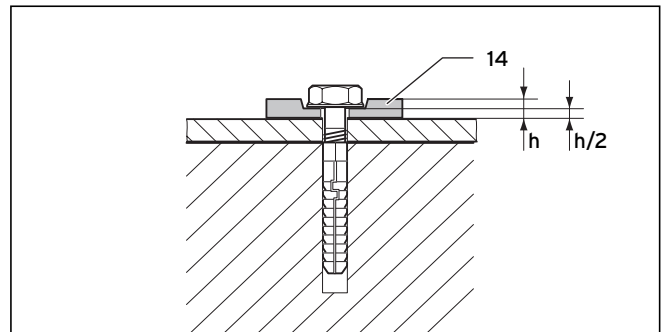

Abb. 6.41 Befestigung mit flexiblen Unterlegscheiben
Verwenden Sie unbedingt die 4 flexiblen Unterscheiben (14), um Materialdehnungen ausgleichen zu können. Verpressen Sie die Unterscheiben um 50 %, siehe Abb. 6.41.